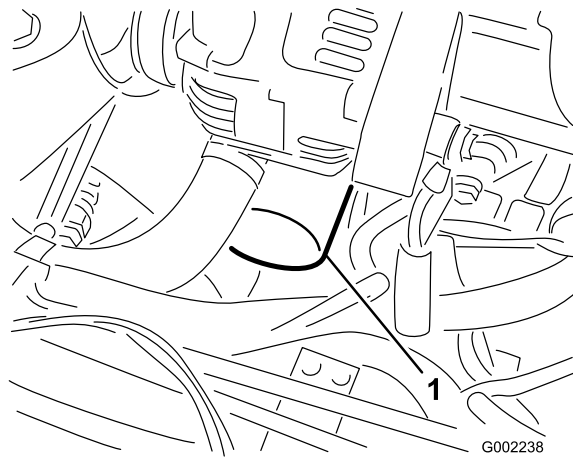

図 42
7. 古いオイルフィルタ (図 42) を外す。
10. アダプタに新しいフィルタを取り付ける。ガスケットがアダプタに当たるまで手でねじ込み、そこから更に 1/2 回転増し締めする (図 42)。